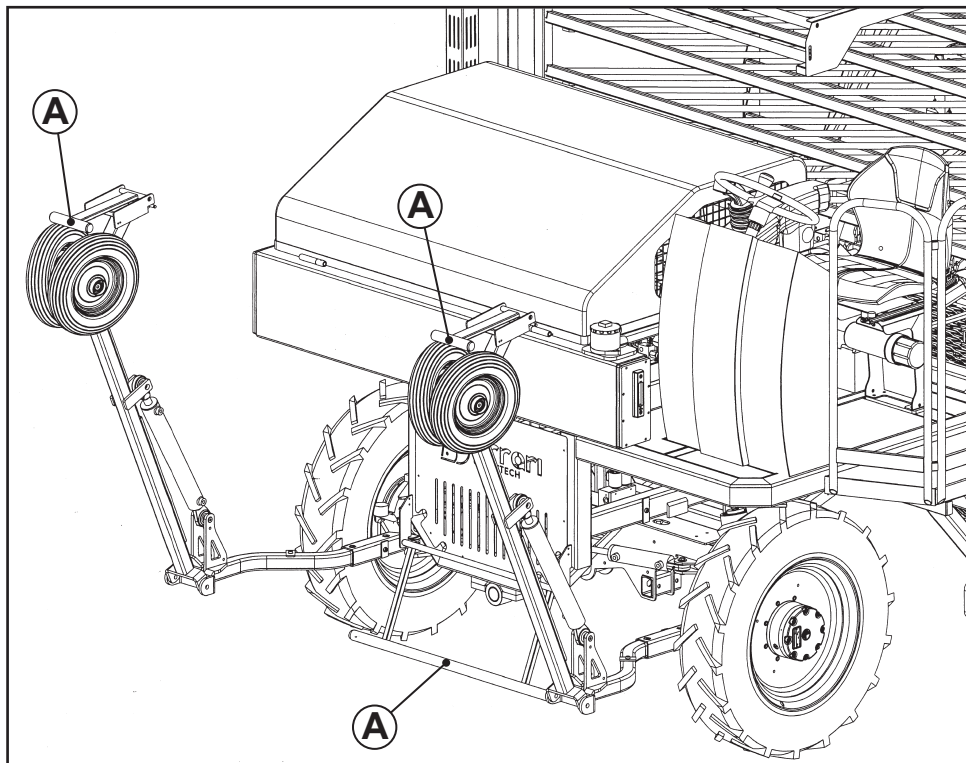

Fig. 6
ATTENZIONE! PERICOLO DI SCHIACCIAMENTO (Fig. 6)! Il conducente, durante la marcia deve prestare la massima attenzione affinché nell'area operativa della macchina non siano presenti persone o ostacoli. Il conducente, dal posto di guida, è in grado di sovrintendere le operazioni e vedere tutta l'area operativa della macchina. Su richiesta e nel caso di posto di guida posteriore, è possibile installare delle barre di arresto frontali (A) nella parte anteriore della macchina e davanti alle ruote delle staffe seguita traiettoria che arrestano l'avanzamento della macchina in caso di urto con ostacoli fissi o mobili. Inoltre, nella fase di abbassamento delle staffe seguita traiettoria, verificare che non siano presenti persone nel raggio di azione delle stesse.
ATTENTION! DANGER OF CRUSHING (Fig. 6)! During operation, the driver must pay the utmost attention that no persons or obstacles are present within the operating area of the machine. From the driver's seat, the driver is able to oversee operations and see the entire operating area of the machine. On request and if a rear driver seat is present, front stop bars (A) can be installed on the front section of the machine and in front of the tracking bracket wheels which stop the machine from moving in the event of impact with fixed or mobile obstacles. Furthermore, when lowering the tracking brackets, ensure no people are present within their range of operation.
ATTENTION : DANGER D'ECRASEMENT (Fig. 6) ! Pendant la marche, le conducteur doit payer faire extrêmement attention qu'il n'y ait pas de personnes ou d'obstacles dans la zone opérationnelle de la machine. Depuis le poste de conduite, le conducteur est en mesure de superviser les opérations et de voir toute la zone opérationnelle de la machine. Sur demande et en cas de poste de conduite arrière, il est possible d'installer des barres d'arrêt avant (A) dans à l'avant de la machine et devant les roues des étriers de suivi de la trajectoire qui interrompent l'avancement de la machine en cas d'impact contre des obstacles fixes ou mobiles. En outre, lors de l'abaissement des étriers de suivi de la trajectoire, vérifier qu'aucune personne n'est présente dans le rayon d'action de ces derniers.
¡ATENCIÓN! PELIGRO DE APLASTAMIENTO! (Fig. 6) El maquinista, mientras que está conduciendo debe prestar la máxima atención a que no haya personas ni obstáculos en el área de trabajo de la máquina. El maquinista, desde el asiento del conductor, es capaz de supervisar las operaciones y ver toda la zona de funcionamiento de la máquina. A petición y en el caso de un asiento trasero del conductor, es posible instalar barras de paradas delanteras (A) en la parte delantera y frente las ruedas de los estribos de seguimiento que detienen el avance de la máquina en caso de impacto con obstáculos fijos o móviles. Además, al bajar los estribos que siguen la trayectoria, verificar que no haya personas alrededor de las mismas.